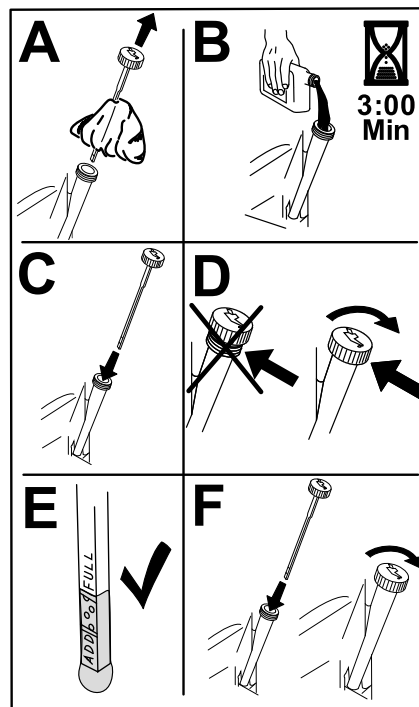

Figura 49
6. Turnai încet aproximativ 80% din uleiul specificat în tubul de umplere i adăugai lent ulei suplimentar pentru ca acesta să ajungă la marcajul Complet (Figura 49).